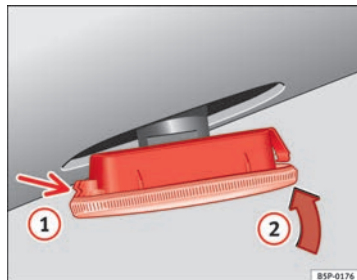

Abb. 198 Seitlicher Blinker
⇒ Abb. 198, Pfeil ①.
- Die Lampe in Pfeilrichtung ② ⇒ Abb. 198 einsetzen.